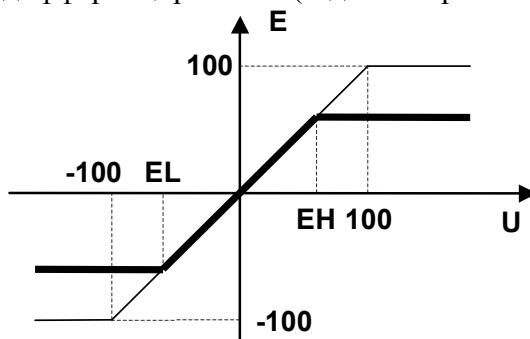

Рисунок 3 – Принцип ограничения выходного сигнала **U** регулятора
Регулятор обрабатывает сигнал рассогласования $\epsilon = X - P$, где **X** – измеренный сигнал, **P** – уставка. Сигнал управления **E** формируется путем ограничения выходного сигнала **U** регулятора (см. рисунок 3). Сигнал на выходе ПИД-регулятора определяется следующим выражением (3):